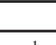

Рис. 2. Пример индикации кода ошибок при ручной диагностике
- *Ручная диагностика.* В самом простом варианте (при отсутствии каких-либо внешних возможностей связи и формировании всей технологической системы только на основании сигнала 4...20 мА) обеспечивать диагностику можно с помощью визуального считывания кода ошибок состояния клапана работниками эксплуатации (табл. 1, рис. 2). Позиционер с имитируемой функцией диагностики контролирует сформированные основные характеристики клапана: силу трения, «залипание», просадку седла, «заклинивание», утечку воздуха и т.д. и при возникновении каких-либо проблем в работе клапана, оставаясь в рабочем состоянии, выдает определенный код ошибки, по которому можно идентифицировать возникшую проблему и оценить ее уровень. Основные параметры, определяющие допустимые погрешности в работе клапана, устанавливаются вручную, исходя из конкретных условий эксплуатации.